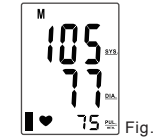

Fig. 6
3. Tryk igen og displayet viser '01' hvilket betyder den sidste måling, jf. Fig. 6;